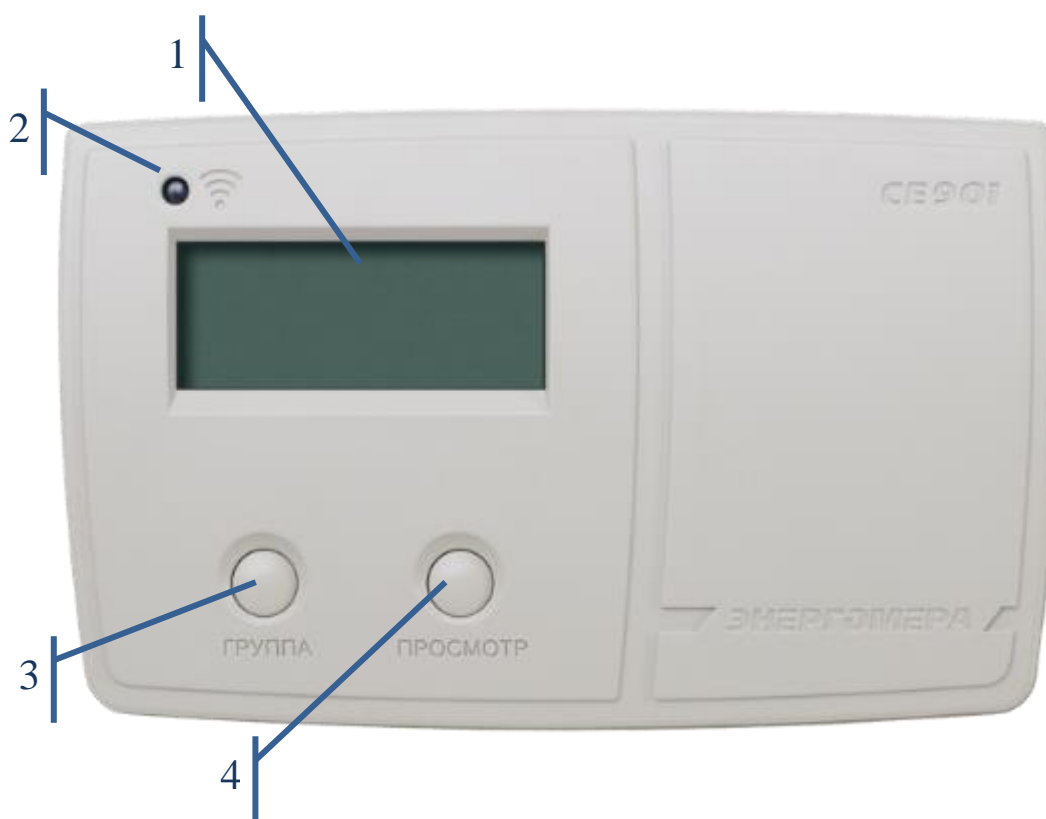

Рисунок 17 – Внешний вид устройства считывания счетчиков СЕ901 (внешнего дисплея).
3.8.6.5 Внешний вид индикаторного устройства СЕ901 (для счетчиков наружной установки) (см. рисунок 17):